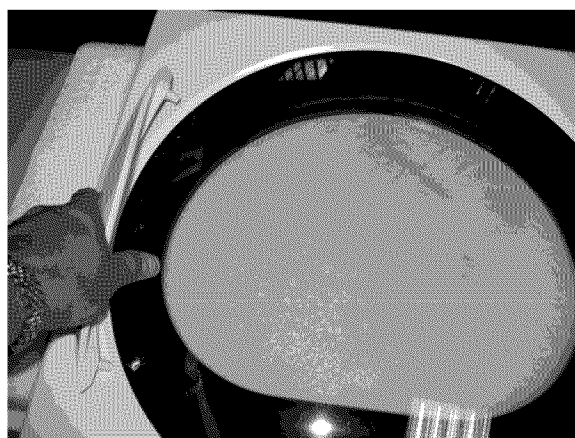

Figure 5
7. Retirez la poignée loin du joint de la porte. (Figure 5).